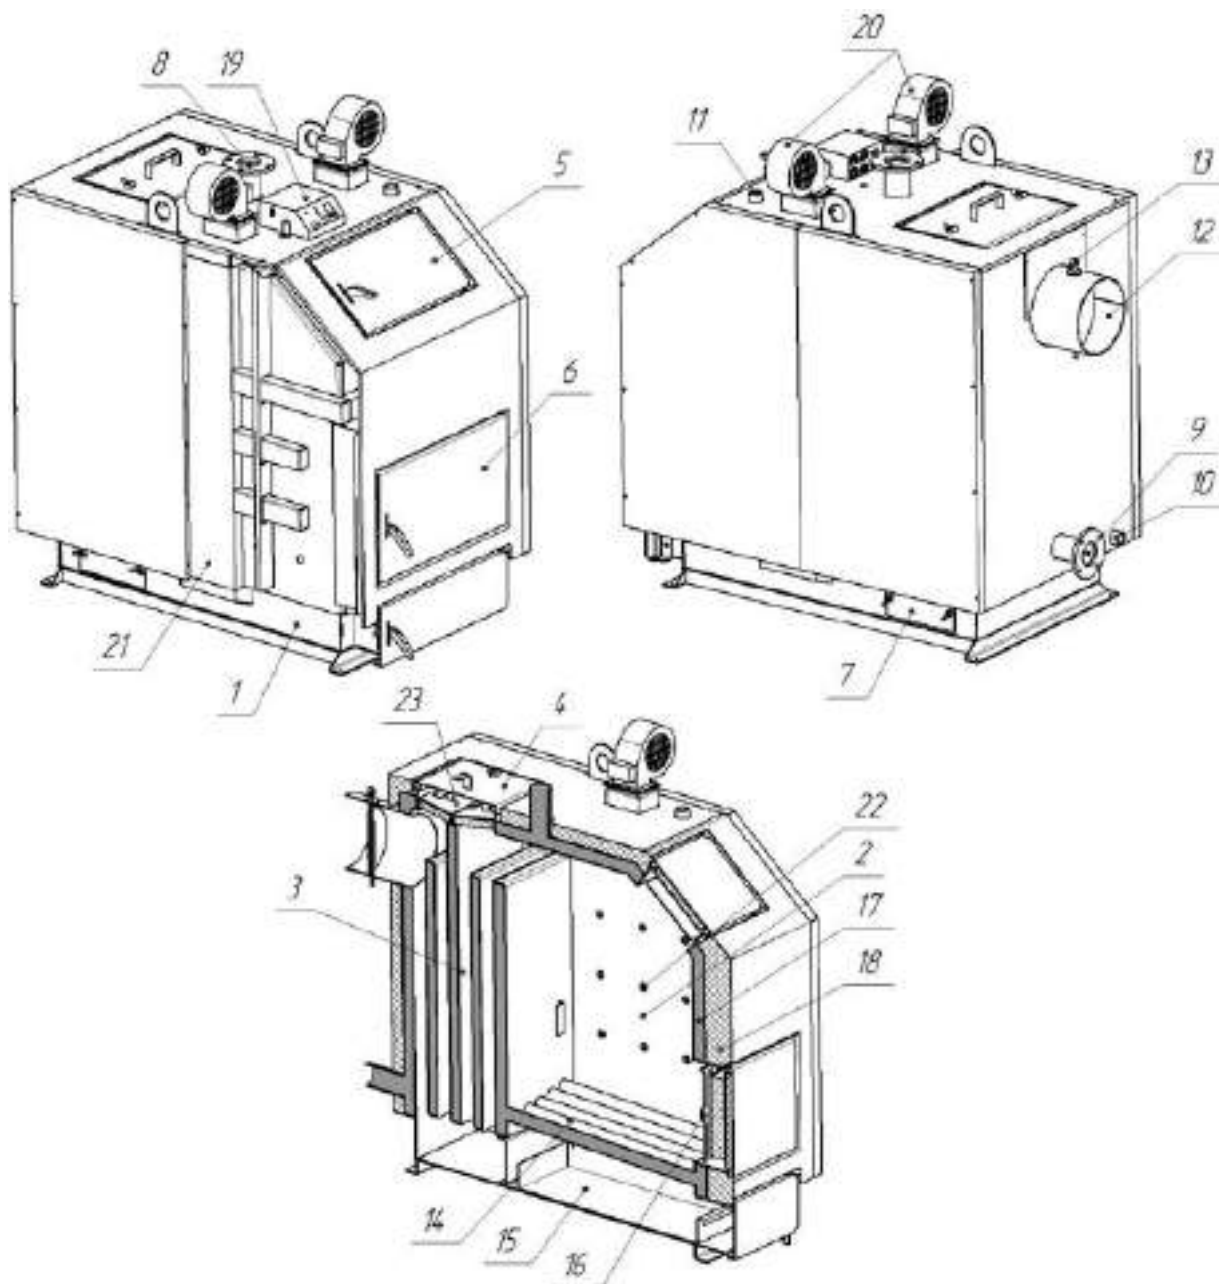

Рисунок 5.1 – Внешний вид и основные элементы котлов типа КТП
Конструктивно котел представляет собой сборносварную конструкцию, состоящую из корпуса (поз. 1, рис. 5.1) с камерой сгорания (топкой) (поз. 2, рис. 5.1). Конвекционная часть котла представляет из себя высокоэффективный четырёхходовый теплообменник (поз. 3, рис. 5.1).
Корпус котла выполнено в форме параллелепипеда с двойными стенками, которые разделены водными перегородками (поз. 17, рис. 5.1). На наружной поверхности корпуса под декоративной обшивкой закреплена тепловая изоляция (поз. 18, рис. 5.1).
Топливо для процесса сжигания загружается на колосниковую решётку (поз. 14, рис. 5.1) через загрузочную дверцу (поз. 6, рис. 5.1). Колосниковая решётка выполнена из толстостенных бесшовных труб в которых постоянно циркулирует вода из водяной оболочки котла, что исключает возможность их прогорания. Сгорание топлива в топке происходит с участием воздуха, которое поступает под колосниковую решётку нагнетающим вентилятором (поз. 20, рис. 5.1). Количество воздуха, необходимого для процесса сгорания, регулируется автоматически блоком автоматики управления (поз. 19, рис. 5.1).
Подведение и отвод теплоносителя осуществляется соответственно через патрубки обратной сетевой воды (поз. 9, рис. 5.1) и прямой сетевой воды (поз. 8, рис. 5.1).
Топочные газы выходят в дымоход через боров (поз. 12, рис. 5.1), расположенный в задней части котла. Боров оборудовано дроссельным клапаном продуктов сгорания - шибером (поз. 13, рис. 5.1). В случае слишком высокой тяги в дымоходе шибер позволяет снизить её путём частичного перекрытия выходного отверстия борова.
В верхней части корпуса котла расположен штуцер для установления группы безопасности котла (поз. 11, рис. 5.1).
На боковой стенке корпуса в нижней её части размещён штуцер для слива воды из котла (поз. 10, рис. 5.1).
- дверца для периодической обслуживания (чистки) конвекционной части котла (поз. 4, рис. 5.1);
- ревизионная дверца (поз. 5, рис. 5.1) для периодической чистки колосниковой решётки;
- дверцы зольника (поз. 7, рис. 5.1) для возможности опорожнения зольника.
Датчик температуры в комплекте контроллера необходимо закрепить на неизолированной участке патрубка прямой сетевой воды (поз. 8, рис. 5.1), используя шпильковое крепление (бандаж). После предварительной затяжки бандажа (бандаж можно обернуть вокруг трубы дважды, или отрезать избыток ножницами для металла), вложить датчик температуры между бандажом и трубой. Осторожно зажать бандаж так, чтобы датчик температуры не перемещался под бандажом. Очень сильное затягивание может повредить измерительные элементы. Обмотать датчик термоизоляционным материалом.
Заполнение котла и всей системы отопления водой должно происходить через штуцер слива воды из котла (поз. 10, рис. 5.1). Заполнение необходимо делать медленно, чтобы обеспечить устранение воздуха из системы.